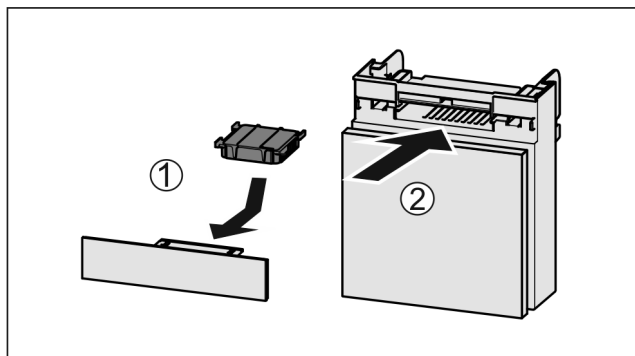

Fig. 138
- ▶ Установите фильтр с активированным углем, как показано на рисунке Fig. 138 (1).
- ▶ Вставьте отделение Fig. 138 (2).